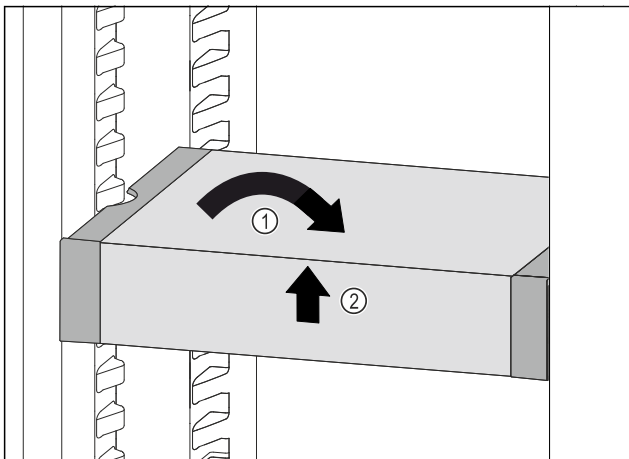

Fig. 37
- ▶ Вирівняти VarioSafe. Fig. 37 (1)
- ▶ Підняти VarioSafe спереду. Fig. 37 (2)